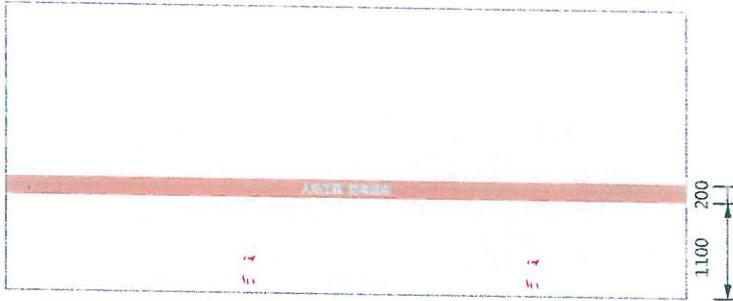

图 24 防毒通道标识样式及尺寸示例
3.19 密闭通道、防毒通道墙体标识应涂刷色带，标识样式及尺寸示例见图 24。字体应为国标黑体，高度宜为 140 mm，颜色应为白色。